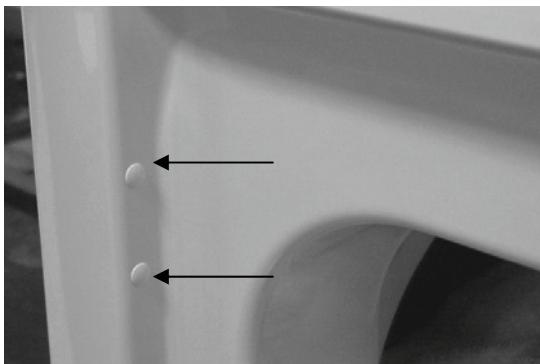

Figure 1
1. Ouvrez la Porte et enlevez les 4 bouchons d'en face où on trouve la charnière. Conservez toutes les pièces pour les utiliser postérieurement, à moins qu'on ne spécifie le contraire. (Figure 1). **Note:** Ayez des soins en enlevant les bouchons, pour ne pas abîmer la peinture dans le Panneau Frontal.